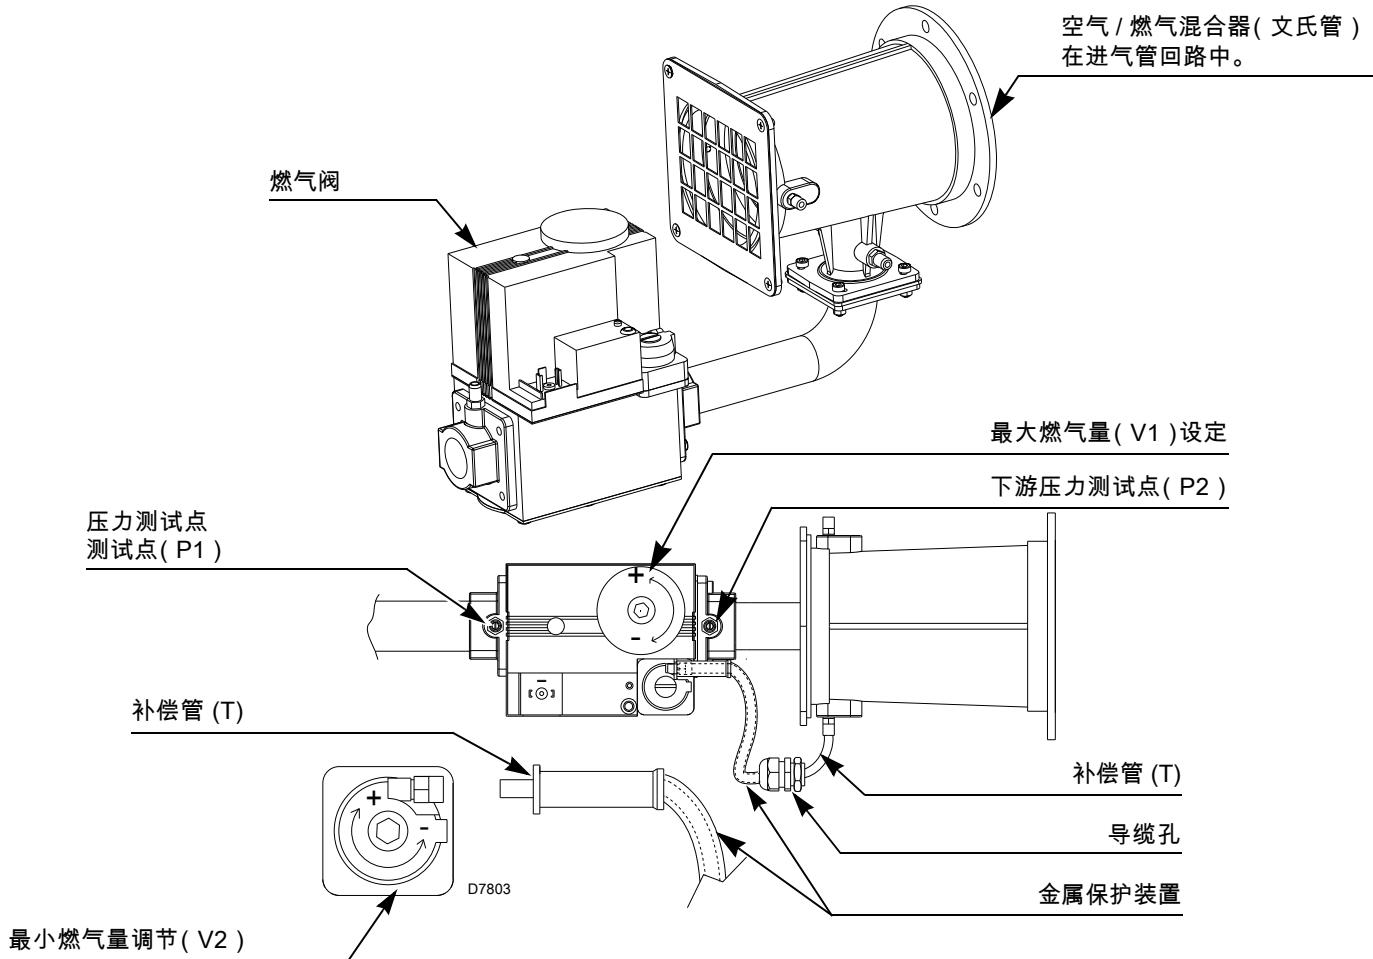

图 19
位于阀门 - 喉管间的补偿管 (T) (图 19) 可以在进风口意外堵塞情况下进行补偿，减少燃气流量。